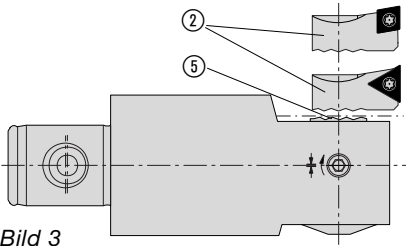

Bild 3
Der Schieber ⑤ ist mit einer Kerbverzahnung versehen, so dass unterschiedliche Plattenhalter ② einfach und schnell befestigt werden können (Bild 3). Anziedrehmoment für die Senkschraube zur Befestigung des Plattenhalters siehe Technische Daten Seite 7.